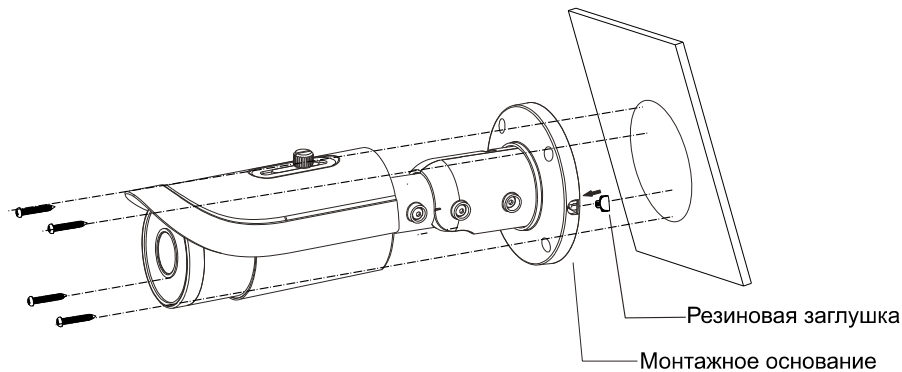

Рис. 5.2. Крепление к стене
3. Установите резиновую заглушку в отверстие в монтажном основании. Прикрепите монтажное основание к стене шурупами, как показано на Рис. 5.2.